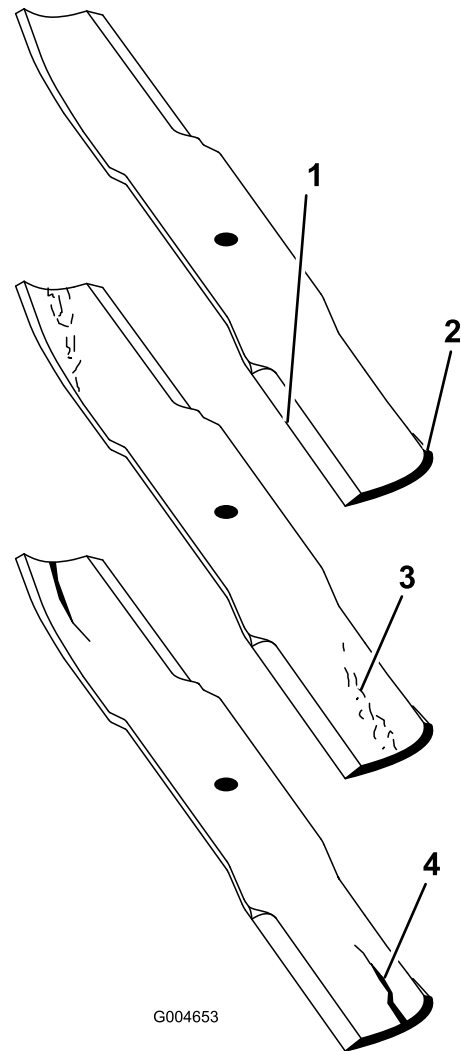

Figure 73
- Examinez le tranchant des lames (Figure 73). Si les lames sont émoussées ou présentent des indentations, déposez-les et affûtez-les. Voir Affûtage des lames \(page 41\).
- Inspectez les lames, en particulier l'ailette (Figure 73). Remplacez immédiatement toute lame endommagée, usée ou qui présente une entaille (Figure 73).